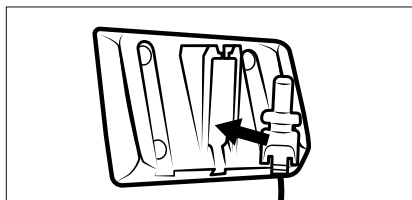

Fig. 4
- 1) Coloque a ficha fêmea 11 da fonte de alimentação 10 no suporte de parede 18 (ver fig. 4). Fixe a ficha fêmea 11, rodando-a.